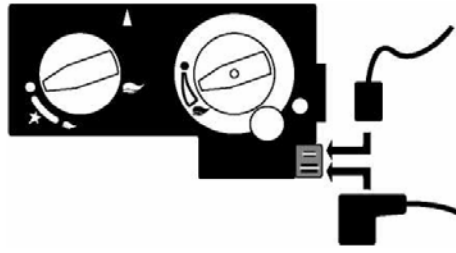

Fig. 26
- 3) Sluit het ontvangstkastje aan op het regelblok (zie fig. 26) m.b.v. de stekkertjes.